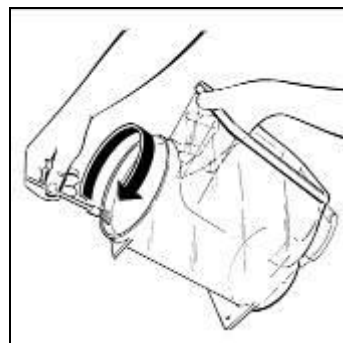

Fig. 15
- **L**ubrificare la parte posteriore della vasca nel punto in cui la stessa combacia con la guarnizione di tenuta (fig.15).